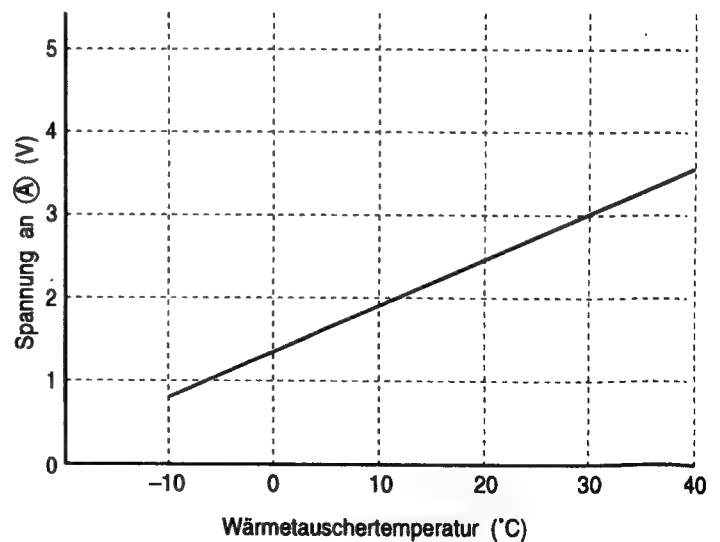

Abb. 7-2
- (1) Vorwärmung
- (2) Niedertemperatur-Entfrosten während Kühl- und Entfeuchtungsbetrieb.
- (3) Feststellung des Betriebsausfalls des Umschaltventils oder der Öffnung des Thermistors für Wärmetauschertemperatur.
Die Spannung an (A) hängt von der Temperatur des Wärmetauschers ab, wie es in Abb. 7-2 dargestellt ist.